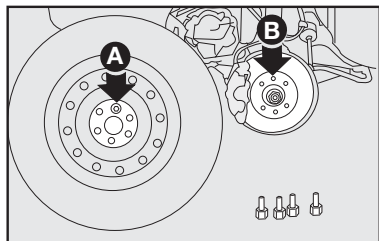

fig. 12
6) Montar a roda sobressalente, encaixando os furos **A**—**fig. 12** com os respectivos pinos **B**.